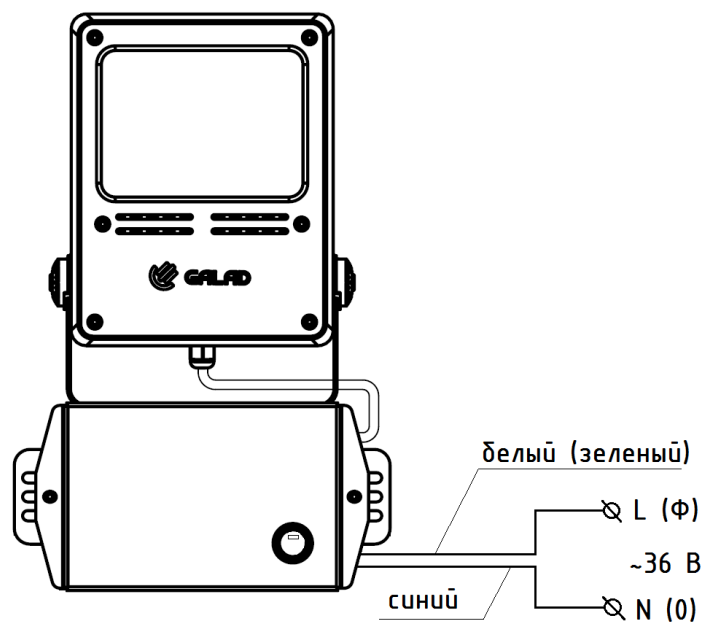

Рисунок 2 – Схема подключения светильника к сети
5.4 Светильник поставляется с выводным кабелем. Зачистить концы проводов 2-х жильного кабеля, выходящего из светильника. Кабель светильника ввести в распаечную коробку (IP66) потребителя и подключить к питающим проводам по схеме (рисунок 2): фазный провод – к жиле белого(зеленого) цвета, нулевой – к жиле синего цвета.